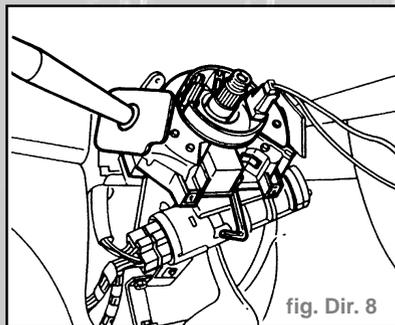

fig. Dir. 8
- Avec une clé Allen desserrer la vis du collier de fixation du comodo et l'enlever (fig. Dir. 8).